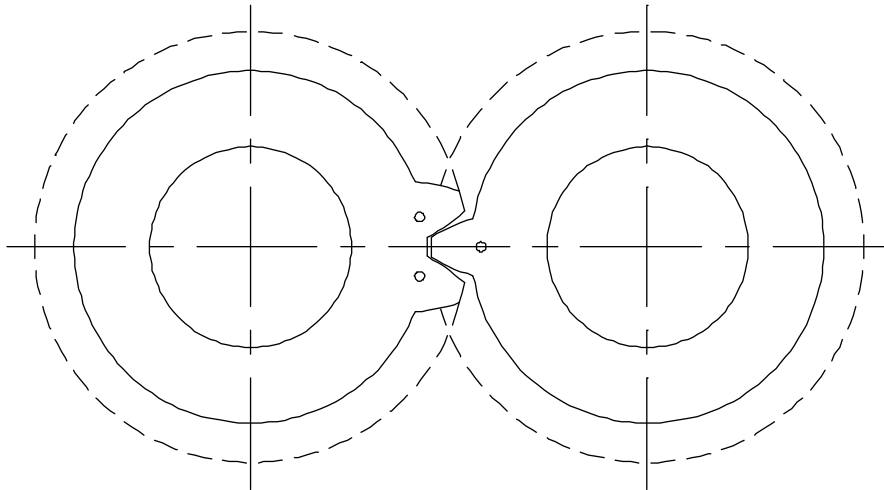

Fig 26 Inställningsmärkena på kugghjulen
- Montera kugghjulen (5.09) på axlarna (5.01 och 5.02). Kugghjulet märkt 'D' ska monteras på drivaxeln (5.01). Kugghjulet märkt 'L' ska monteras på löpande axel (5.02) för att säkerställa rätt placering av inställningsmärkena, se Fig 26.